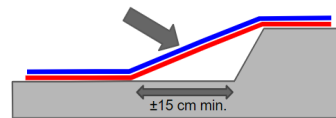

Abbildung 7
- Erwärmen Sie alle Bereiche, an denen das Material mit einem Heißluftgebläse geformt wurde, und kontrollieren Sie die chrieben. *Abbildung 7*